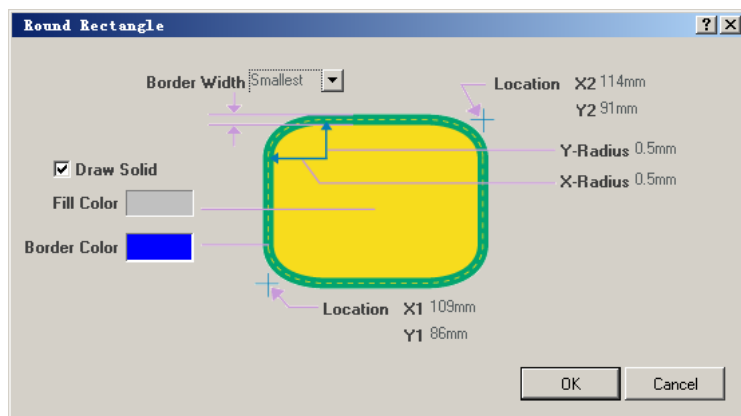

图 2.120 “Round Rectangle” 对话框
(1) 选择“Place”->“Drawing Tools”->“Round Rectangle”命令或者单击“Utilities”工具栏中的绘图工具按钮，在弹出的绘图工具栏中选择绘制圆角矩形工具。
(2) 单击键盘中的“Tab”键，打开如图 2.120 所示的“Round Rectangle”对话框。